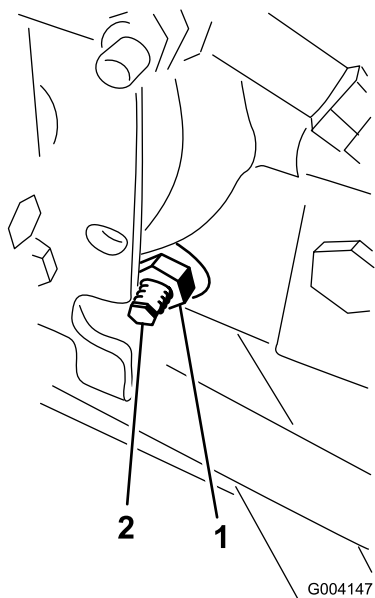

Рисунок 82
3. С правой стороны гидростата ослабьте контргайку кулачка регулировки тяги (Рисунок 82).